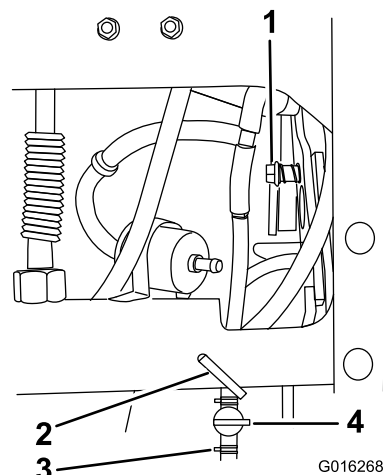

Figura 3
4. Retire la manguera y la abrazadera de la válvula de cierre en el lado del motor, y corte la brida de plástico (Figura 3).
7. Retire el perno de cuello largo y el muelle de compresión de la palanca de elevación de la carcasa (Figura 3).